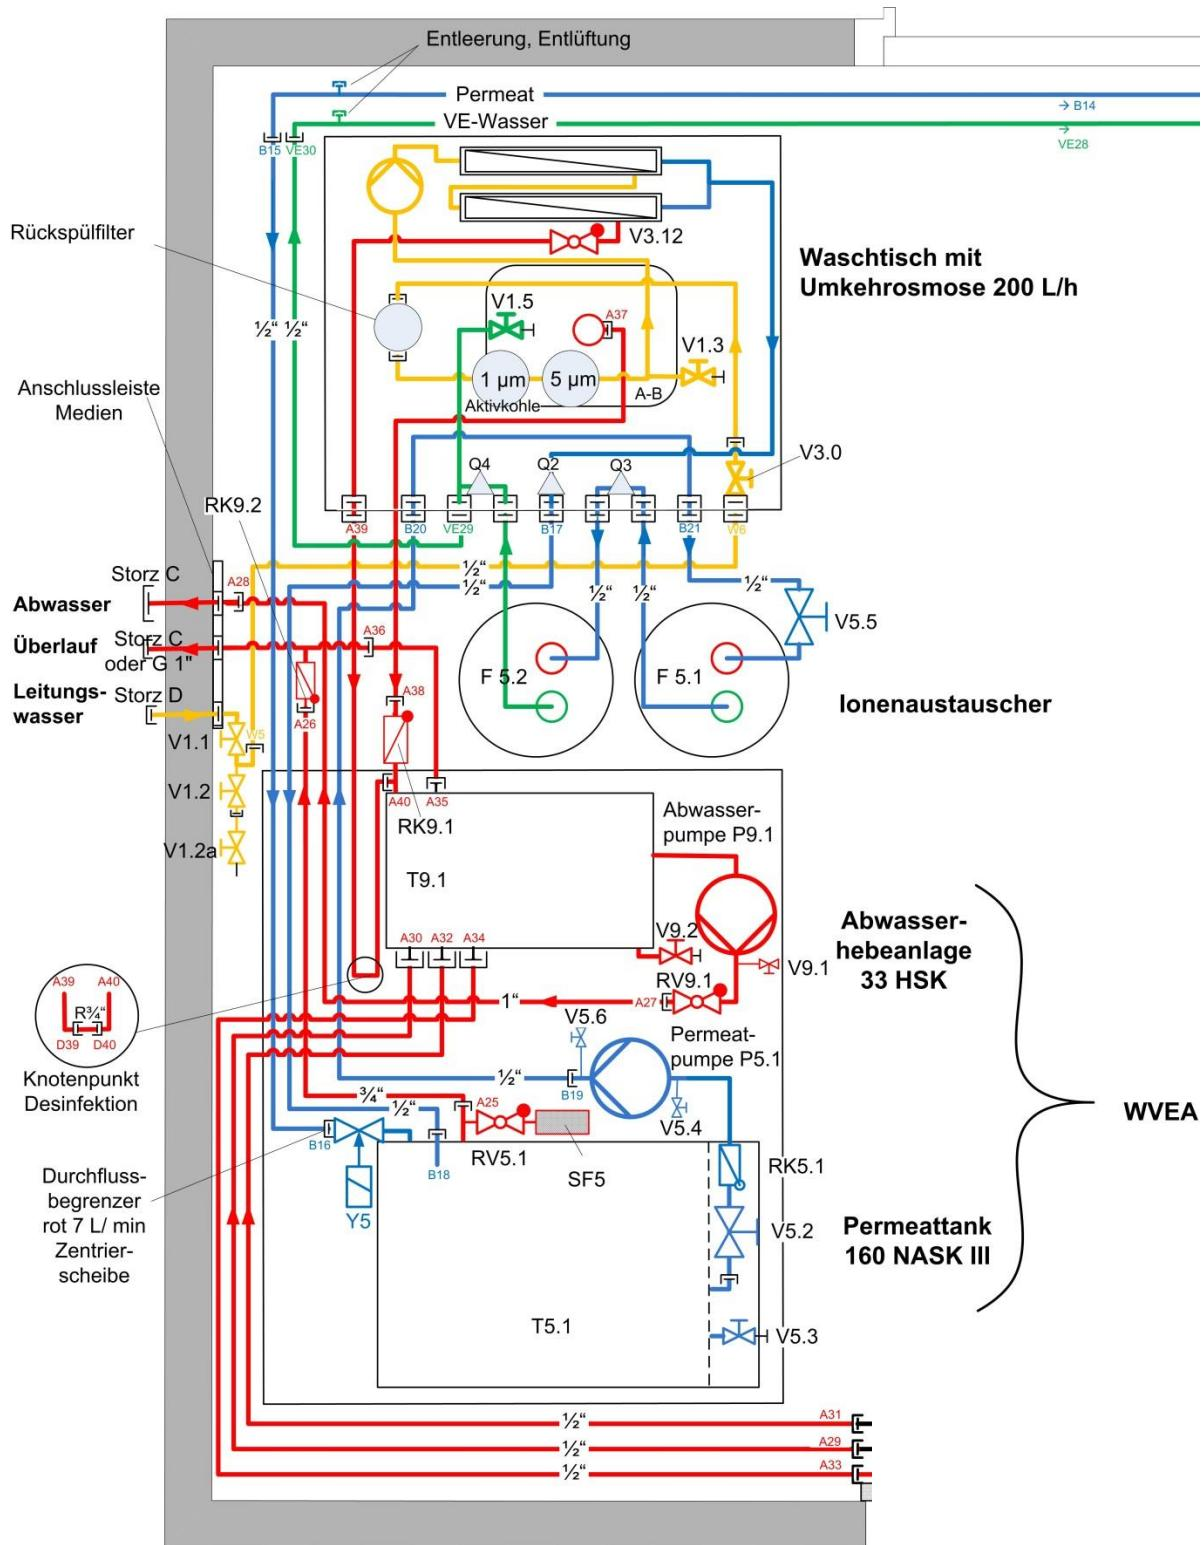

Abb. 4: Schlauchanschlüsse Waschtisch und WVEA im CST
- ◆ Schließen Sie alle Abwasserschläuche gemäß Abb. 4: an. Die Abwasserschläuche sind in Abb. 4: rot dargestellt.
- ◆ Schließen Sie den Gewebeschlauch transparent $\frac{1}{2}$ " W5-W6 0,54 m zunächst nur am Anschluss W5 an. Dieser Schlauch ist in Abb. 4: gelb dargestellt.
- ◆ Kontrollieren Sie, ob alle Zuläufe und Abläufe gemäß Abb. 4: am Abwassertank T9.1 angeschlossen sind. Ggf. schließen Sie fehlende Schläuche an.